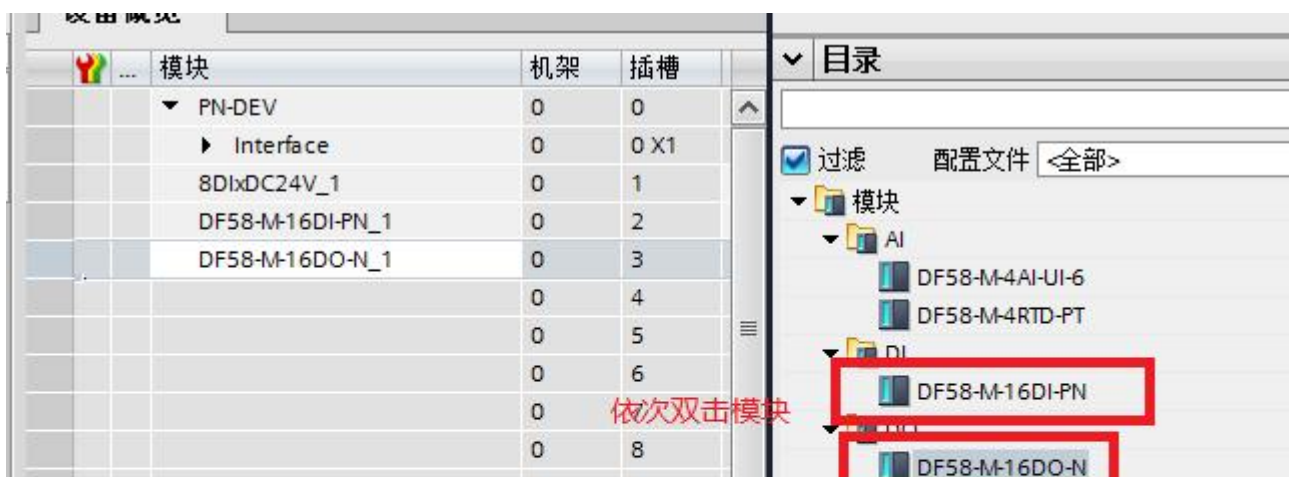

图 1-8
4.2 如图 1-8 所示双击适配器, 根据适配器后面所插的模块在设备树中添加模块, 本例程序的拓扑结构为 DF58-C-PN-RT+DF58-M-16DI-P/N+DF58-M-16DO-N, DF58-C-PN-RT 默认配置一个虚拟的报警 Alarm 模块, 用来显示拓扑结构中 IO 模块的错误信息。